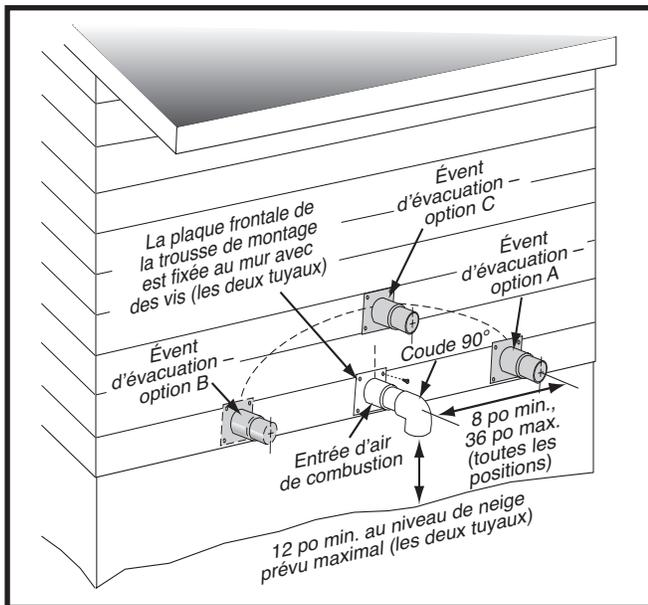
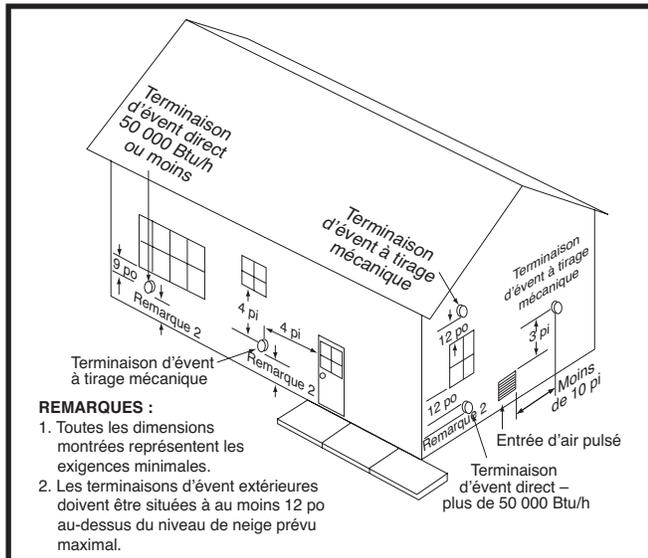
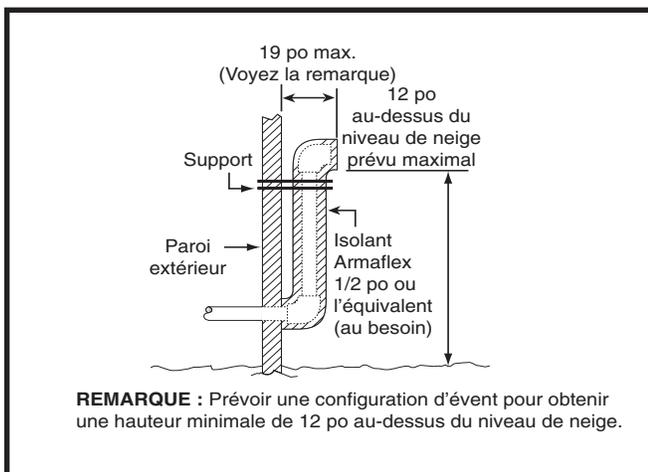
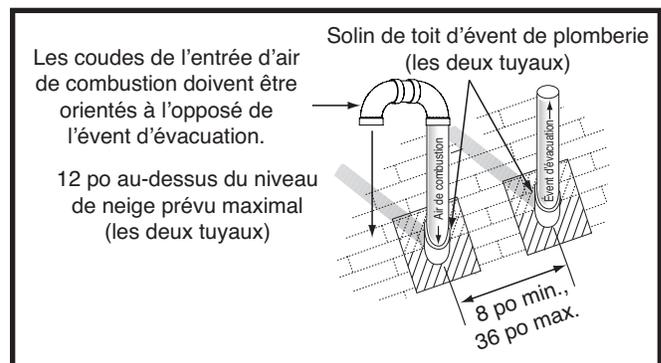

Figure 1. Dégagements du tuyau d'admission et du tuyau d'évacuation
Figure 2. Emplacements de l'évent
Figure 3. Autre installation d'un conduit d'évent horizontal
Figure 4. Terminaison d'évent vertical
- L'admission d'air de combustion et l'évacuation doivent être situées dans la même zone de pression atmosphérique. Cela signifie que les deux tuyaux doivent sortir du bâtiment par la même portion de mur extérieur ou de toit tel qu'indiqué dans la Figure 1, la Figure 2, la Figure 4 et la Figure 30 \(page 39\).
- Les terminaisons d'évent et d'admission d'air de combustion doivent être installées comme indiqué dans la Figure 1, la Figure 2, la Figure 3 et la Figure 4 conformément à ces directives :
- Tous les dégagements minimums doivent être maintenus pour protéger les matériaux du bâtiment contre la dégradation causée par l'humidité contenue dans les gaz d'évacuation. Lorsque la ventilation traverse un mur dont les surfaces peuvent être affectées par cette humidité, il est recommandé d'utiliser un bouclier résistant à la corrosion derrière la terminaison d'évent. Scellez ou calfeutrez adéquatement tous les joints, fentes et jonctions autour de la terminaison d'évent. (Figure 1 \(page 10\))
- Lorsque le tuyau d'évent doit sortir par un mur extérieur à proximité du niveau du sol ou du niveau de neige prévu et qu'il n'est pas possible d'obtenir les dégagements indiqués à la Figure 1, il est possible d'utiliser un tuyau montante, comme indiqué à la Figure 3. Il faut utiliser de l'isolant pour éviter le gel de cette section de tuyau. Consultez le Tableau 4, \(page 11\) pour la protection contre le gel du conduit d'évent.
Les exigences relatives à l'espacement des terminaisons entre le toit et entre chaque terminaison sont indiquées à la Figure 4. L'endroit où le conduit traverse le toit doit être doté d'un solin approprié et étanche; on peut utiliser un chaperon de toit ou un solin équivalent. La tuyauterie d'évent et la tuyauterie d'air de combustion peuvent être installées dans une cheminée existante non utilisée, à condition que :
- les dégagements de terminaison indiqués à la Figure 4 soient maintenus.